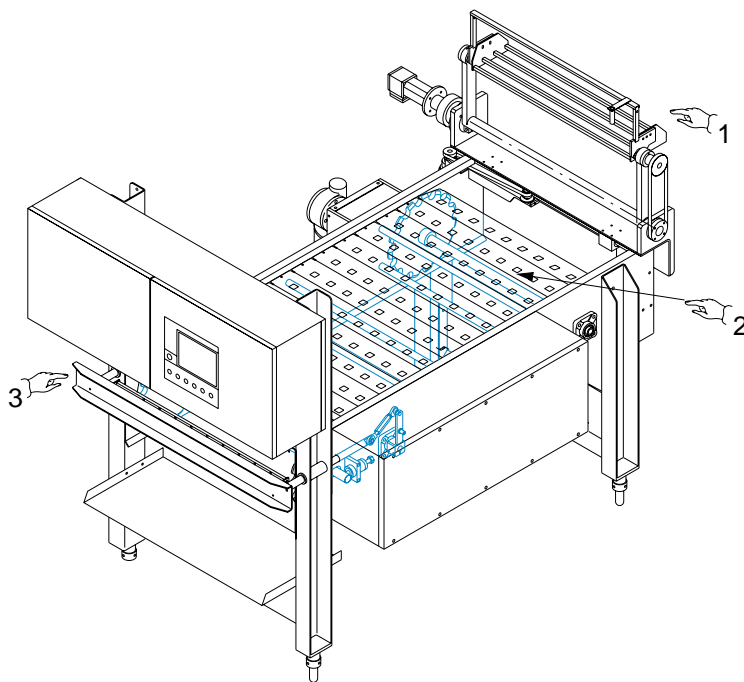

Fig. 5.1
- pick-up tools (*Pos. 1, Fig. 5.1*);
- conveyor rollers (*Pos. 2, Fig. 5.1*);
- release tools (*Pos. 3, Fig. 5.1*).